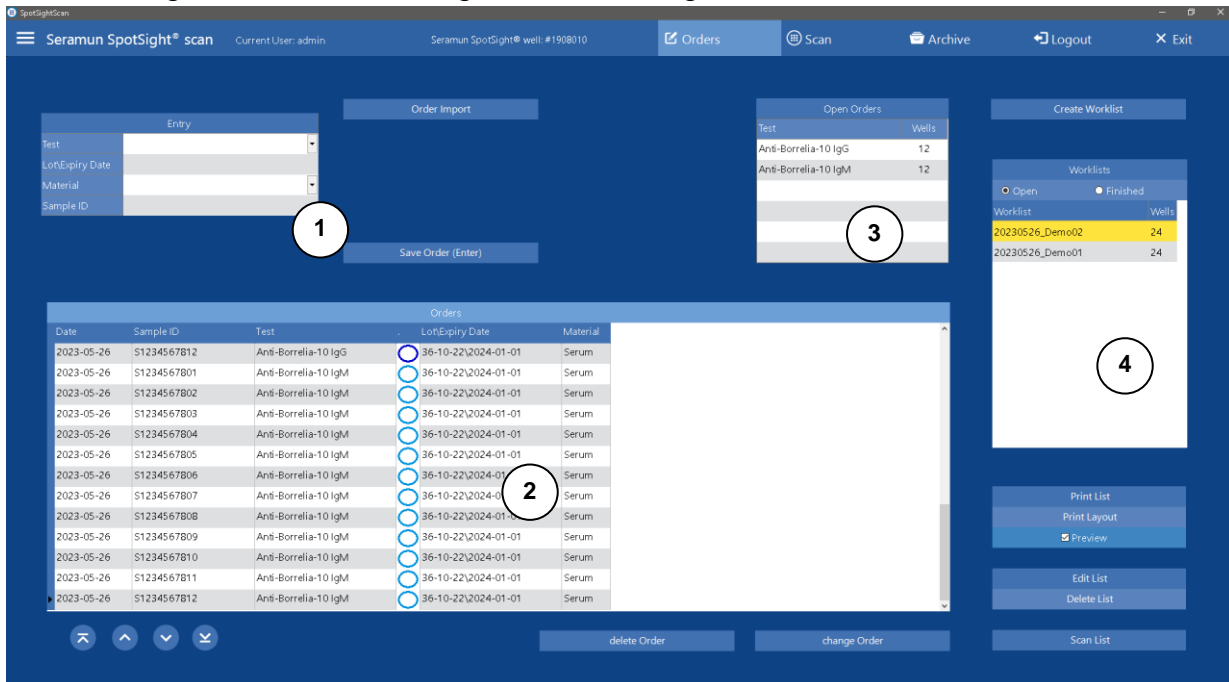

Abbildung 3: Seite Anforderungen
Die Seite Anforderungen (Abbildung 3) dient der Eingabe oder dem Importieren von Anforderungen zur Durchführung mit einem ausgewählten Test.
Im Eingabefeld (siehe Abbildung 3 ①) lassen sich folgende Anforderungsdaten eingeben:
- Haupttabelle Anforderungen (Abbildung 3 ②) – zeigt alle offenen, noch nicht einer Arbeitsliste zugeordneten Anforderungen
- *Edit Order* (Anforderung ändern) – ermöglicht die erneute Bearbeitung einer einzelnen Anforderung in den Eingabefeldern (Abbildung 3 ①), Abschließen der Bearbeitung über *Save Order* (*Enter*) (Anforderung Speichern (*Enter*)) (Abbrechen der Bearbeitung durch Verlassen der Eingabefelder)
- *Open Orders* (Offene Anforderungen) (Abbildung 3 ③) – listet die Zahl aller noch offenen, nicht in Arbeitslisten aufgenommenen Anforderungen auf
Die Abarbeitung offener Anforderungen ist nur in Form einer Arbeitsliste möglich (siehe Abbildung 3 (4)).